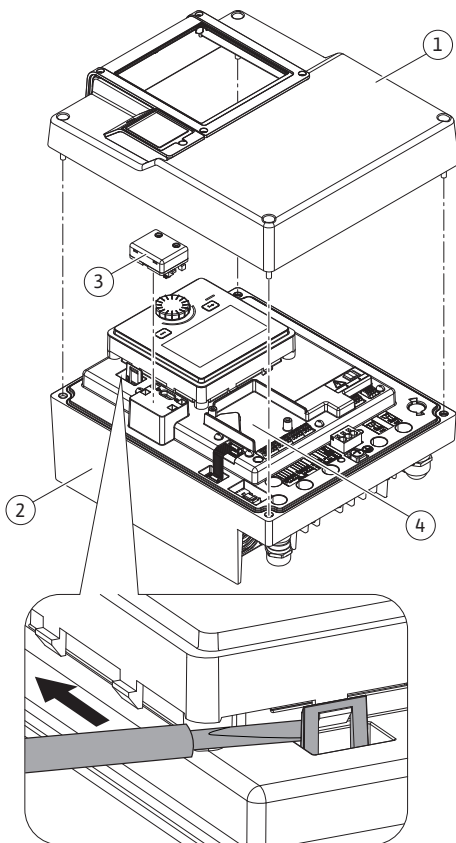
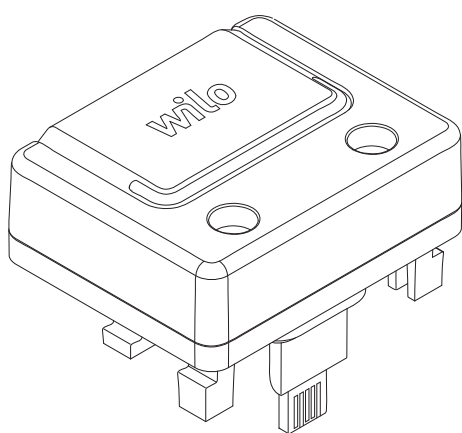

Fig. 26: Elektronikmodul
Fig. 27: Wilo-Smart Connect Modul BT
Die Bluetooth-Schnittstelle Wilo-Smart Connect Modul BT (Fig. 26, Pos. 3 und Fig. 27) dient zur Anbindung an mobile Endgeräte wie Smartphone und Tablet. In der Wilo-Assistent App befindet sich die Wilo-Smart Connect-Funktion. Mit der Wilo-Smart Connect-Funktion lässt sich die Pumpe bedienen, einstellen und Pumpendaten auslesen. Einstellungen siehe Kapitel „Inbetriebnahme“ [► 46].
1. Vier Schrauben des Elektronikmodul-Oberteils (Fig. 26, Pos. 1; Fig. I, Pos. 2) lösen.
3. Wilo-Smart Connect Modul BT in die vorgesehene Schnittstelle Wilo-Connectivity Interface stecken. Siehe Fig. 26, Pos. 3.
CIF-Module (Zubehör) dienen zur Kommunikation zwischen Pumpen und Gebäudeleittechnik. CIF-Module werden im Elektronikmodul aufgesteckt (Fig. 26, Pos. 4)